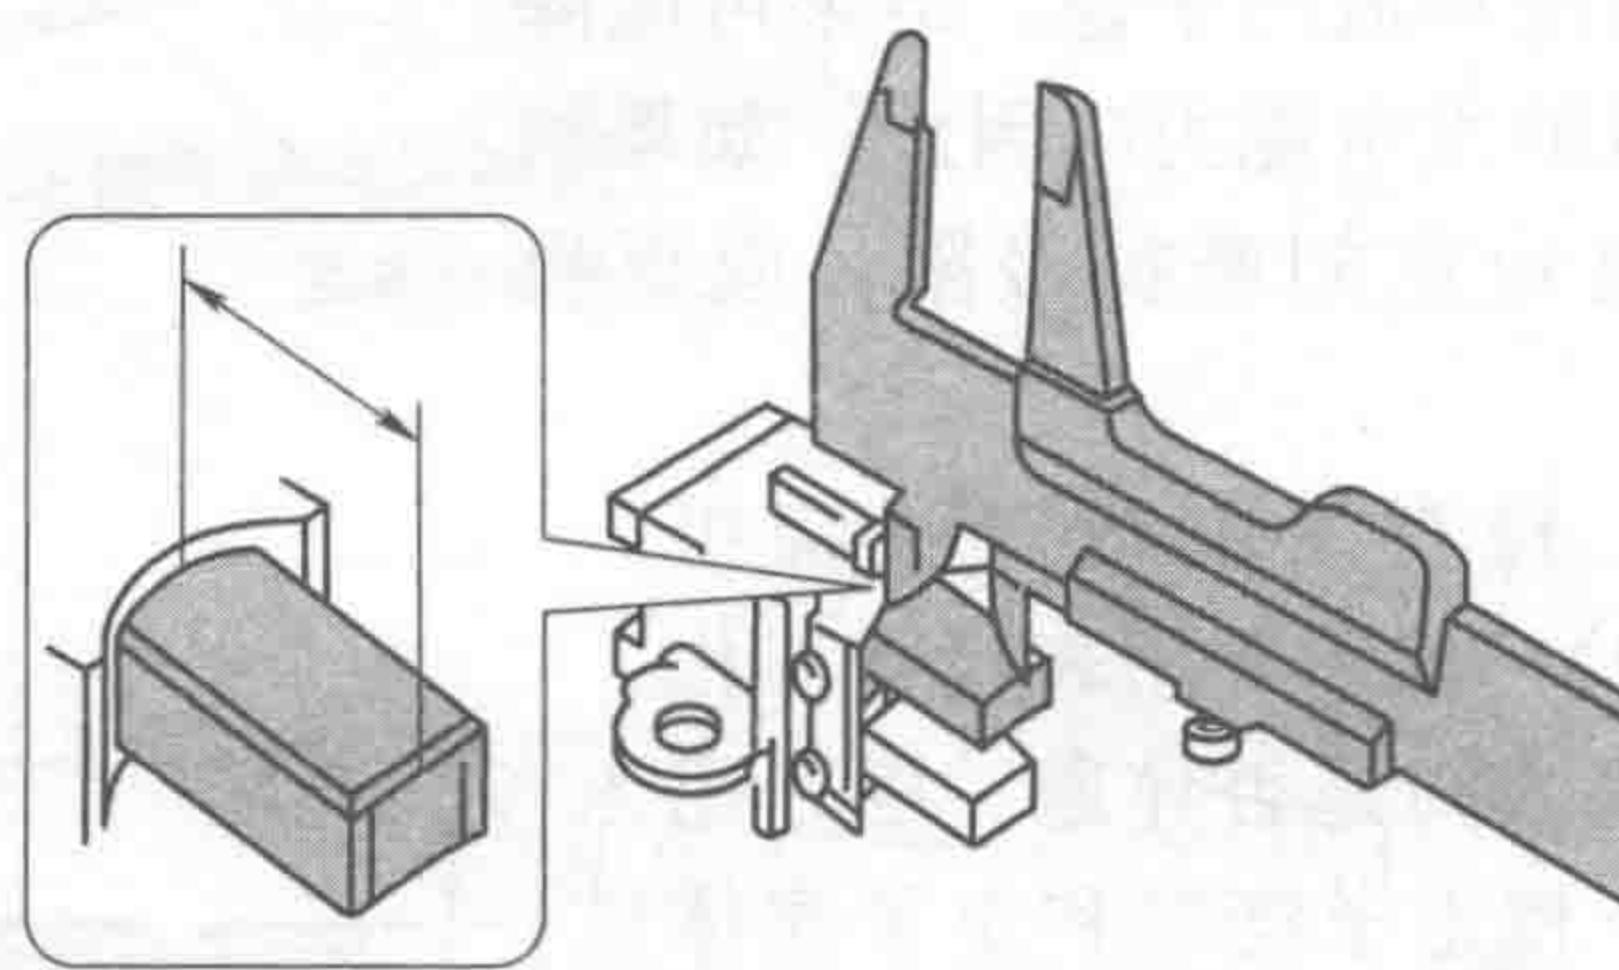

图 1-23 测量电刷的长度
(7) 检查发电机电刷座 如图 1-23 所示，用游标卡尺测量电刷的长度。在电刷的中部测量（电刷的）长度，因为这个地方磨损最严重。当电刷的长度短于规定值时，接触会恶化，发电机的发电性能下降。如果测量值小于标准值，则应将电刷和电刷座一起更换。